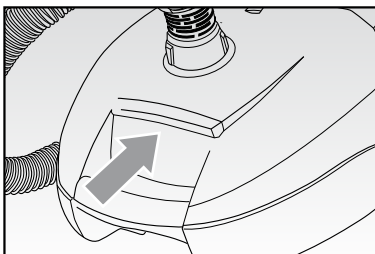

Fig. 7
- Abrir el compartimento del saquito empujando hacia el exterior la correspondiente palanca (FIG. 7).